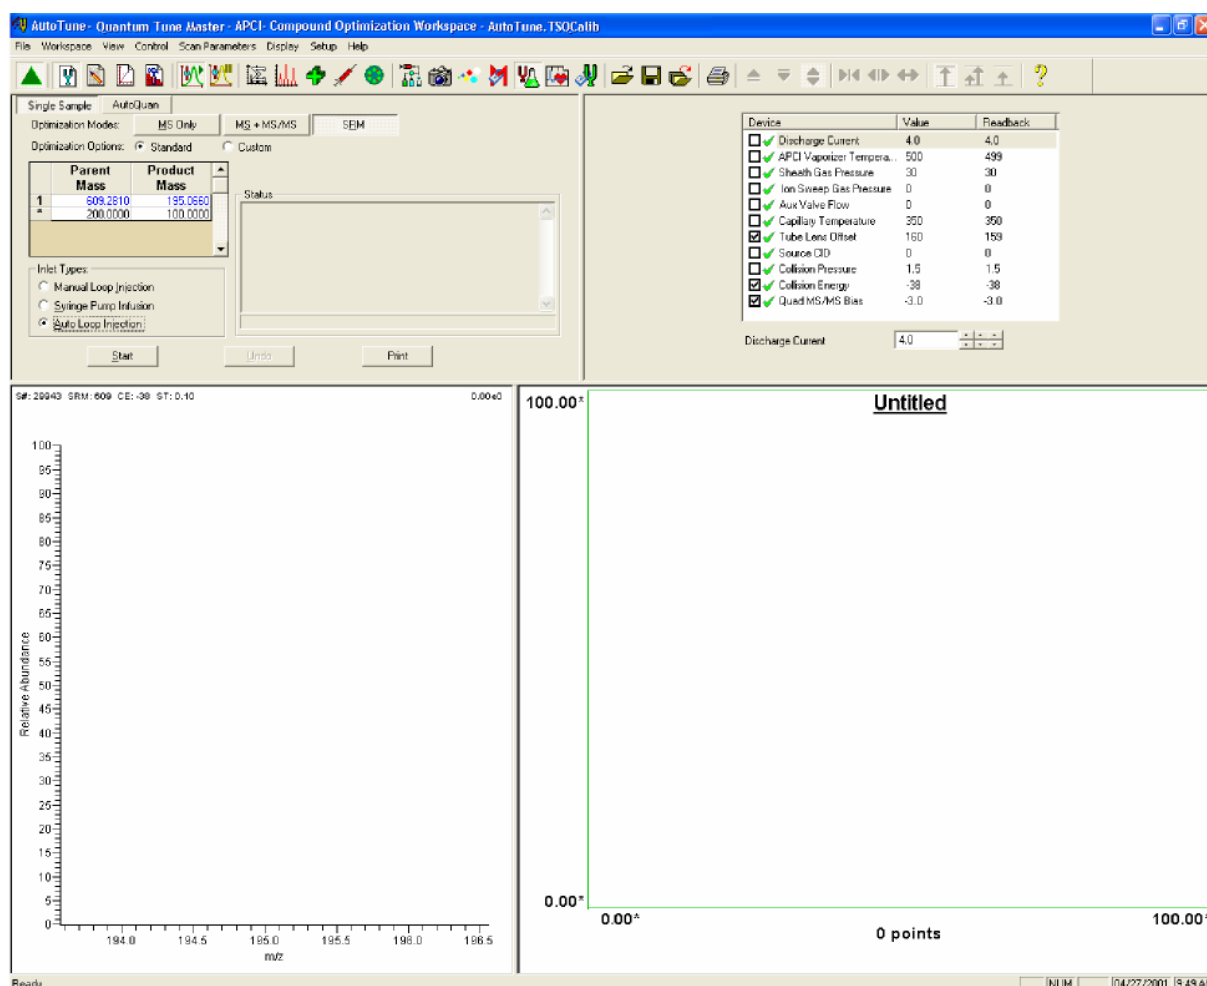

图7-8. 化合物优化工作区域，APCI模式
1. 在Tune Master中的Control / Scan Mode（控制/扫描模式）工具栏上点击Compound Optimization Workspace（化合物优化工作区域）按钮，显示Compound Optimization（化合物优化）工作区域，见图7-8。